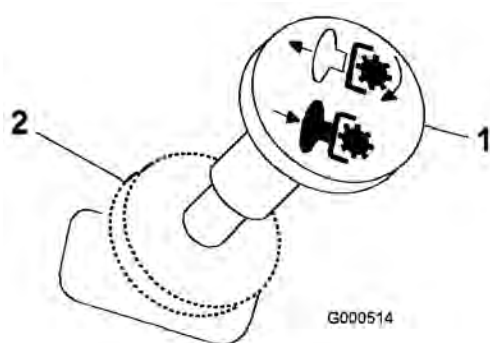

Bild 11
3. Ziehen Sie den ZWA-Schalter heraus, um die Messer einzukuppeln (Bild 11).
Drücken Sie den Zapfwellenantriebsschalter in die Aus-Stellung, um die Messer auszukuppeln (Bild 11).